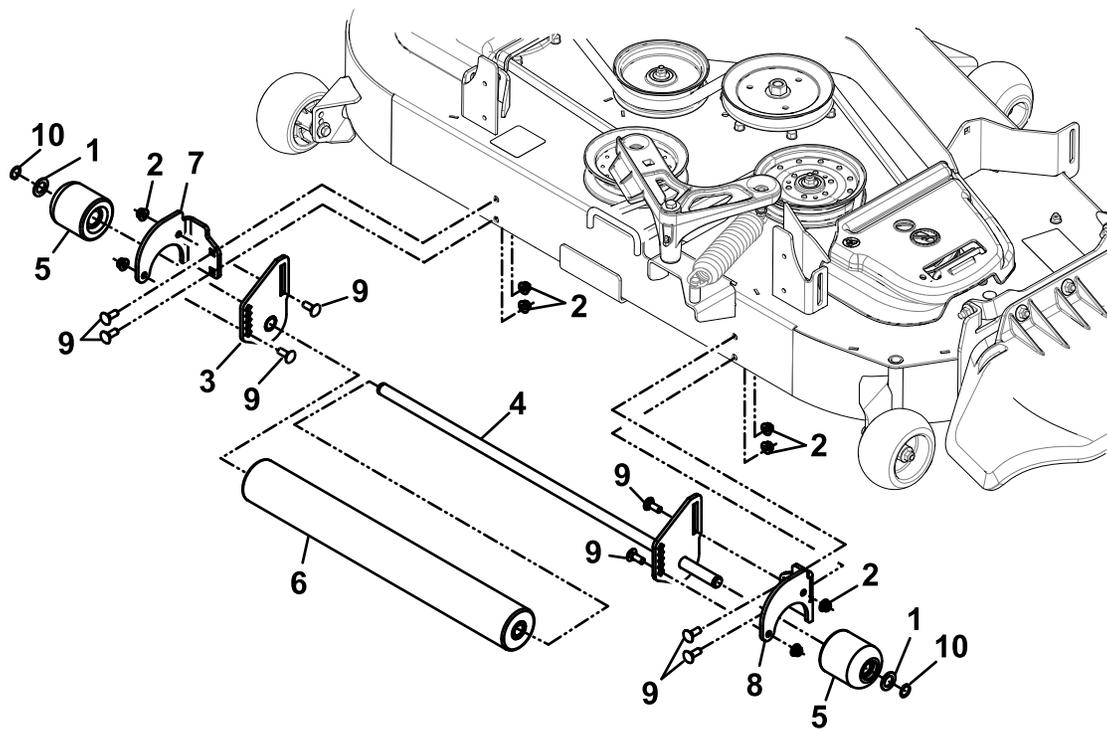

Figure 1
4. À l'aide des fixations indiquées, montez le support gauche de rouleau à l'arrière du plateau, comme montré à la Figure 1.
5. Glissez le rouleau central sur le support droit de l'axe de rouleau, comme montré à la Figure 1.